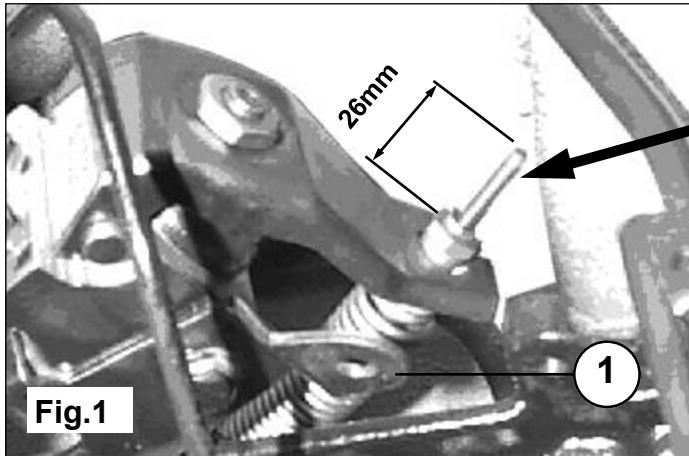

Fig.1
2. For cars with adjustment by a nut: adjust till **X=26mm**. See fig. 1.
2. Pour les véhicules équipés d'un système de réglage au moyen d'un écrou: réglez de façon telle que **X=26 mm**. Cf. fig.1.